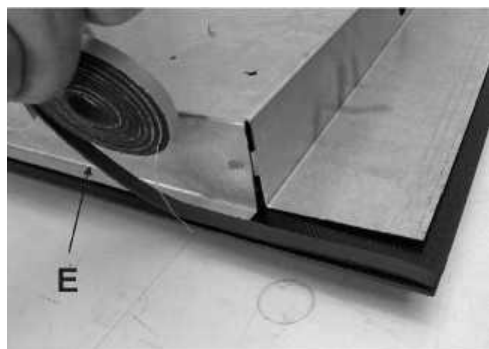

FIG.9
- Dar la vuelta a la placa y colocar correctamente la guarnición "E" (fig. 9) debajo del borde de la placa de manera que el lado externo de la guarnición coincida perfectamente con el borde perimétrico externo de la placa. Los extremos de las tiras deben coincidir sin superponerse.